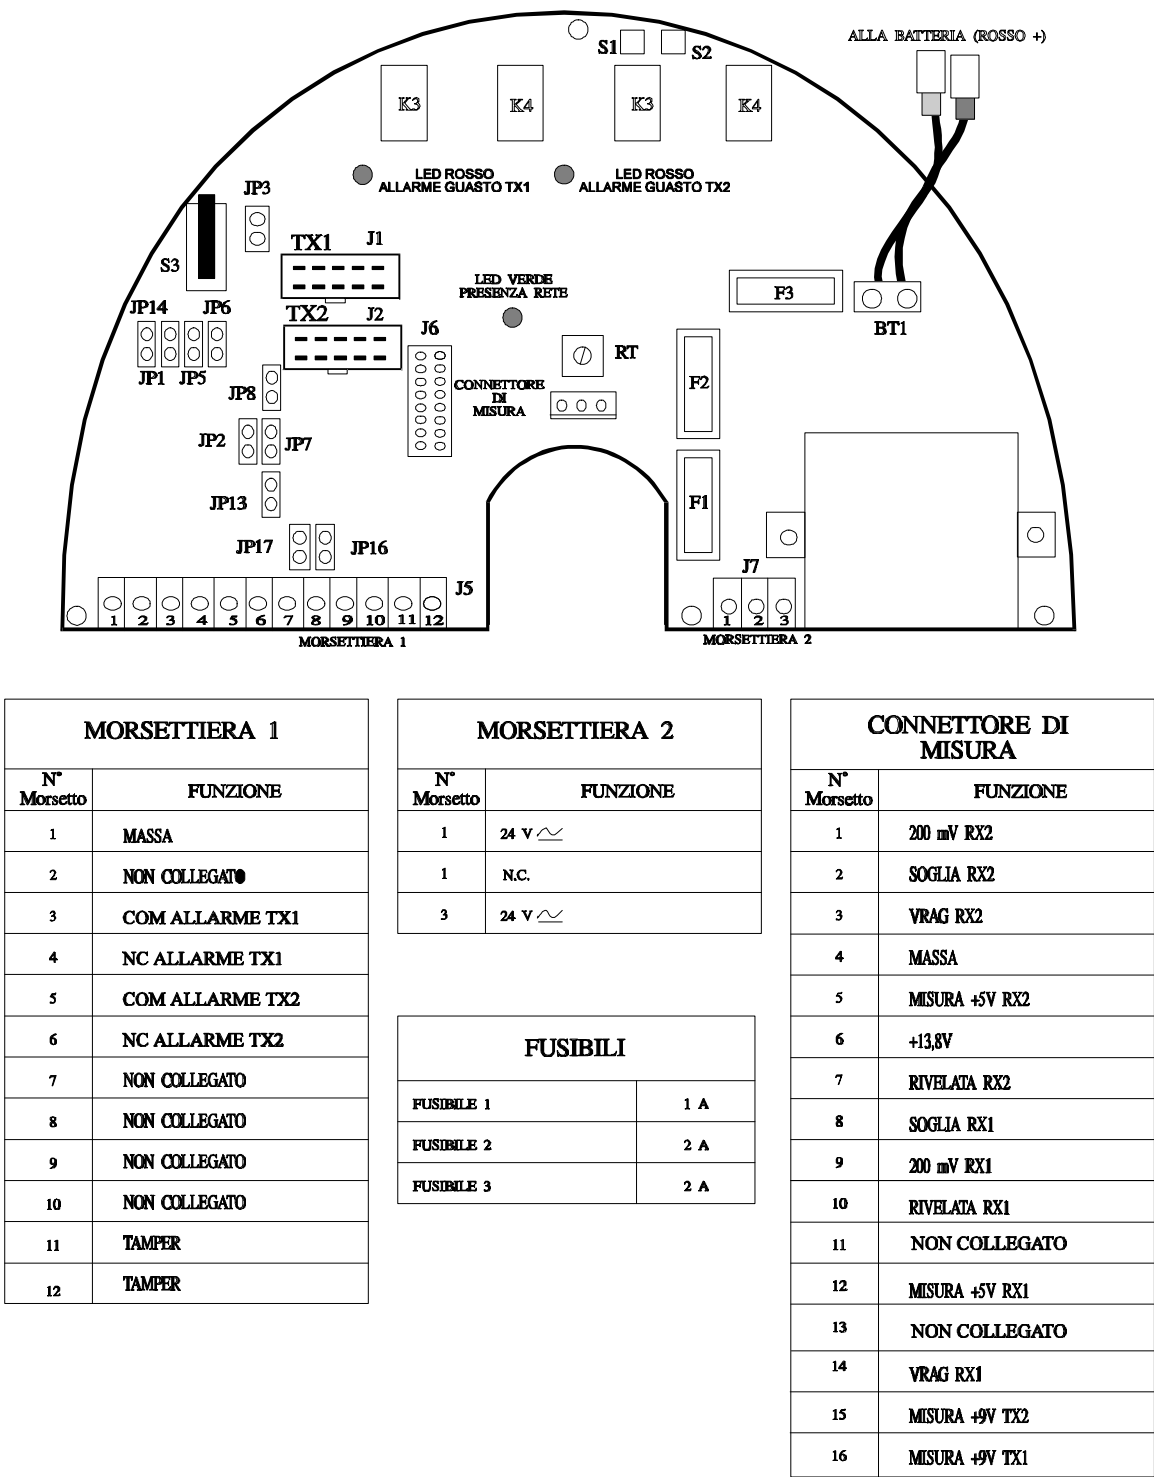

Fig. 36
- Connettere i fili di alimentazione alternata (24 Vac) ai morsetti 1 e 3 di J 7(Fig. 36).
- Verificare che il modulo RF TX 1 sia collegato al connettore TX1, J1 del circuito BASE SERVER TX PLUS (fig. 36).
- Verificare che il modulo RF TX 2 sia collegato al connettore TX 2 J2 del circuito BASE SERVER TX PLUS (Fig.36).
8.1.1 - Inserire il connettore del STC 95 sul connettore J6 del circuito BASE SERVER TX PLUS (fig. 36) è procedere come segue :